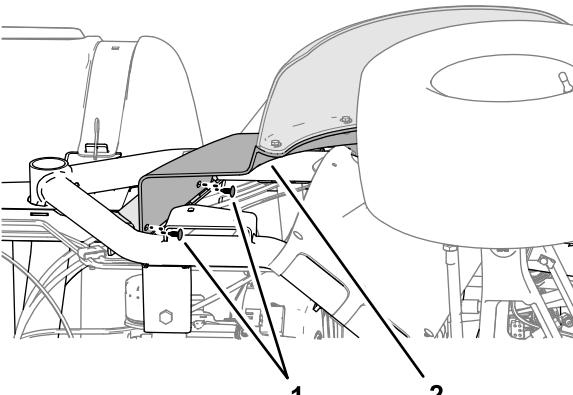

Figura 101
5. Sujete el guardabarros delantero derecho al perfil de montaje de la barra antivuelco con 2 grapas (Figura 101).